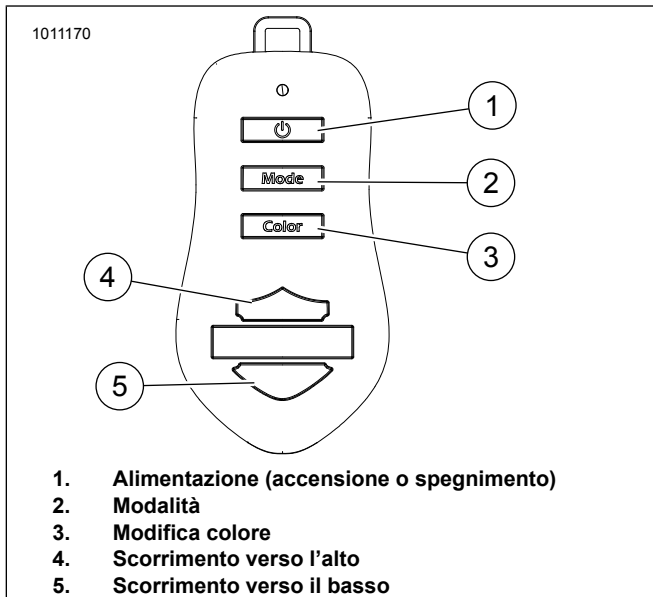

Figura 3. Portachiavi elettronico
2. Vedere la figura 3. Premere il pulsante di accensione (1) sul portachiavi elettronico.
1. Vedere la figura 3. Premere il pulsante della modalità (2) per alternare le tre modalità.
- b. Premere il pulsante di scorrimento verso l'alto (4) per aumentare gradualmente la velocità. Tenerlo premuto per aumentare rapidamente la velocità.
- c. Premere il pulsante di scorrimento verso il basso (5) per diminuire gradualmente la velocità. Tenerlo premuto per diminuire rapidamente la velocità.
1. Vedere la figura 3. Premere il pulsante di modifica del colore (3) per scorrere e modificare le zone di colore.